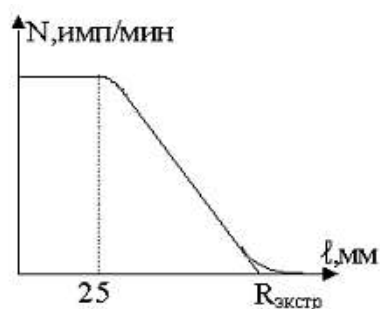

Рисунок 3 – Поглощение альфа-излучения в воздухе
11. Из графика определите длину пробега α -частицы, причем за длину пробега принимается так называемое экстраполированное значение $R_{\text{экст}}$, которое определяется точкой пересечения продолжения прямолинейной части кривой с осью абсцисс (см. рис. 3).
12. Подставив в (1) значения $R_{\text{экст}}$, подсчитайте значение энергии E α -частицы.